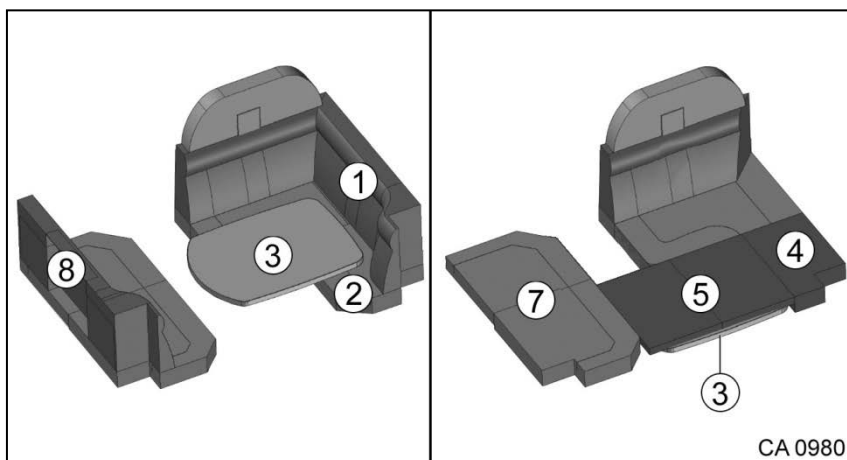

Fig. 70 Transformer les canapés en couchage pour la nuit
1. Enlever le coussin dossier (Fig. 70/1) et le coussin d'assise (Fig. 70/2).
2. Abaisser la table (Fig. 70/3).
3. Mettre en place le premier coussin d'appoint (Fig. 70/4).
4. Mettre en place le deuxième coussin d'appoint (Fig. 70/5).
5. Enlever le coussin dossier (Fig. 70/8).
6. Enlever le coussin (Fig. 70/7).
10. Remettre en place le coussin d'assise (Fig. 70/7).